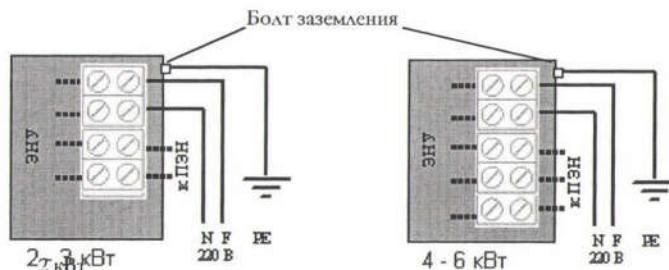

Рис. 2 - 4
- Подключение ЭНУ необходимо выполнить в соответствии с рис.2.. Провода, подключаемые к ЭНУ, включая нулевой рабочий и нулевой защитный, должны быть в термостойкой изоляции, сечениями не ниже, указанных в разделе 2 настоящего руководства. Концы проводов, подключаемые к ЭНУ должны быть оборудованы наконечниками. Подсоединить силовые провода N и F к клеммнику. Выполнить заземление корпуса ЭНУ нулевым защитным проводником PE (рис.2).